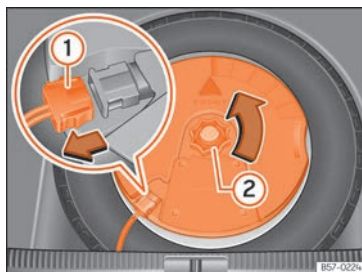

Fig. 311 Dans le coffre à bagages : démonter le subwoofer.
- Déconnectez le câble du haut-parleur *subwoofer* »» fig. 311 ①.
- Dévissez la molette de fixation en la tournant dans le sens inverse des aiguilles d'une montre »» fig. 311 ②.